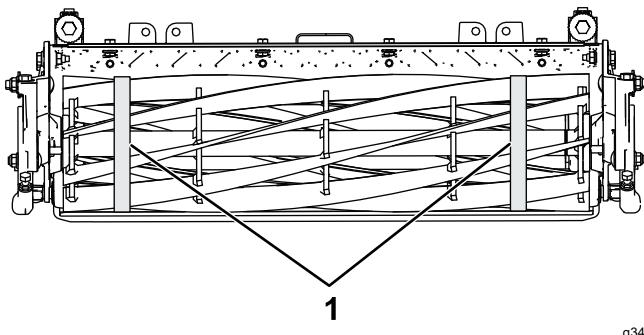

図 28
- リール外径測定用テープを使用して、リールの左右両端での直径を測定する 図 28 左右の測定値の差が 0.250 mm 未満であれば適正とする。差がこれよりも大きい場合には、研磨を行って真の円筒に戻す。